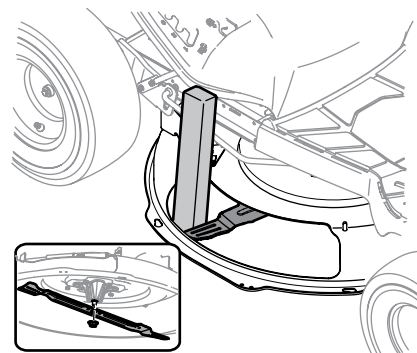

Figura 4-16
2. Use un bloque de madera de 2 x 4, insértelo dentro de la abertura de la plataforma y haga girar la cuchilla hasta que la madera haga cuña entre la abertura de la plataforma y la cuchilla de corte, como se indica en la Figura 4-16.
- Extraiga la tuerca de brida hexagonal que asegura la cuchilla al montaje del husillo. Vea el recuadro de la Figura 4-16.